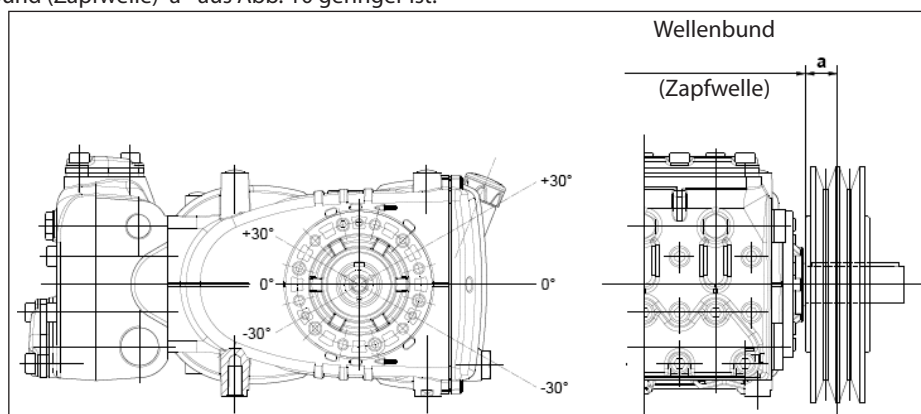

Abb. 10
Die radiale Belastung der Welle darf 3000 N (für die Definition der Anordnung erforderlicher Wert) nicht übersteigen. Der Antrieb gilt als richtig bemessen, wenn die Belastung bei einem maximalen Abstand $a=30$ mm vom Wellenbund (Zapfwelle) angewandt wird, siehe Abb. 10.
- b) Verwenden Sie Hochleistungsriemen - zum Beispiel **XPB** statt **SPB** - da hierbei weniger Riemen bei gleicher Leistungsübertragung benötigt werden und der Abstand zum Wellenbund (Zapfwelle) "a" aus Abb. 10 geringer ist.